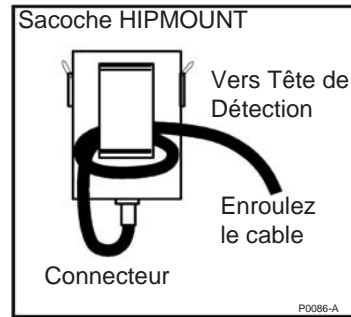

Figure 8 - Montage du boîtier de contrôle en "Hipmount"
- f) Prendre de l'excédent du câble de la tête de détection et l'enrouler autour de la patte de fixation de la sacoche "Hipmount" pour l'accrochage à la ceinture, avant de le connecter au boîtier de contrôle (voir figure 8).